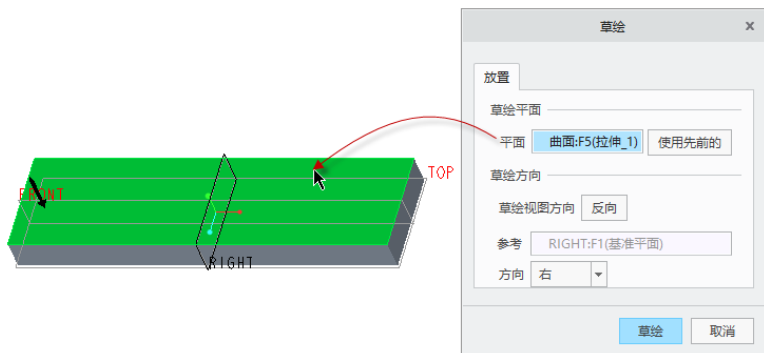

图 6-169 指定草绘平面
(1) 在功能区的“模型”选项卡中单击“形状”→ (混合) 按钮, 打开“混合”选项卡, 接着在“混合”选项卡中单击 (去除材料) 按钮。
(2) 在“混合”选项卡中打开“截面”面板, 选择“草绘截面”单选按钮, 接着单击“定义”按钮, 弹出“草绘”对话框, 选择图 6-169 所示的实体面定义草绘平面, 默认以 RIGHT 基准平面为草绘方向参考, 方向选项为“右”, 单击“草绘”按钮, 进入草绘器。